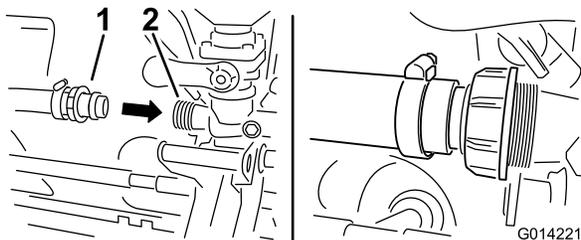

Figure 24
1. Branchez le reste du flexible à l'ouverture fileté avant de l'éjecteur (Figure 24). Fixez-le à l'éjecteur avec l'écrou en plastique.
2. Serrez l'écrou à oreilles sur le filetage de l'éjecteur pour fixer le flexible en place (Figure 24).